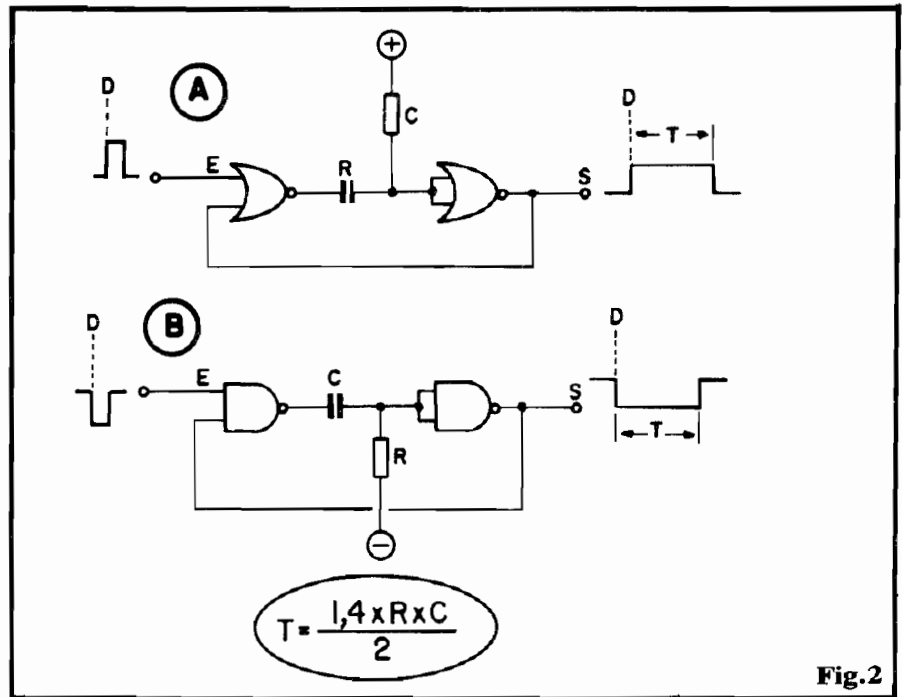

Fig.2
- FIG. 2-A - Estrutura do **MONOESTÁVEL** com **gates NOR**. O Temporizador é disparado pela transição "baixo/alto" do nível apostado à Entrada "E". A Saída "S", com o **MONOESTÁVEL** em repouso ("antes", ou "depois", portanto, do Período de Temporização...) fica em nível digital "baixo". No momento do disparo (D), a Saída "S" eleva-se instantaneamente para nível "alto", assim permanecendo por um Tempo "T" (dependente dos valores de R e C), ao fim do qual retorna à sua condição estável, "baixa"...
- FIG. 2-B - **MONOESTÁVEL** implementado com **gates NAND**. O disparo do Temporizador é feito
No MONOESTÁVEL (fig. 2) o cálculo do PERÍODO (Tempo, em segundos, que a sua Saída fica em estado oposto ao de repouso, após o disparo...) também é muito fácil, utilizando-se a fórmula:
Num exemplo prático, se o circuito mostrado na fig. 2-A tiver resistor e capacitor com valores respectivos de 1M5 e 10u, o cálculo ficará assim: